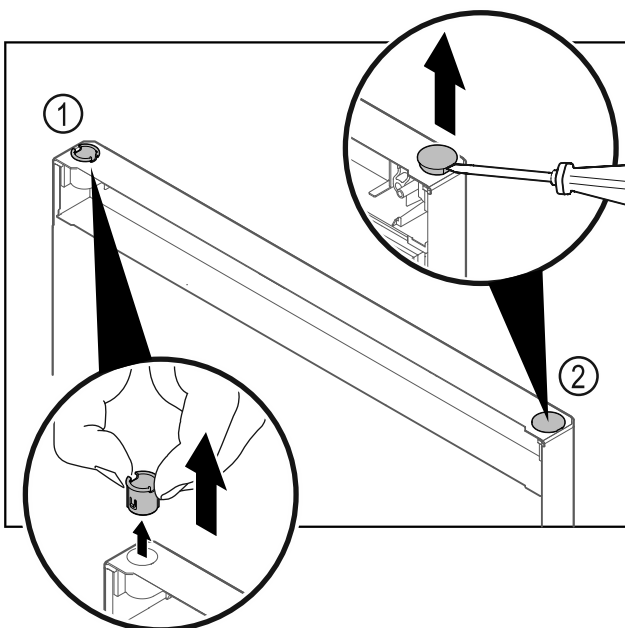

Fig. 11
- Scharnierbuchse Fig. 11 (1) mit den Fingern herausziehen.
- Abdeckstopfen Fig. 11 (2) vorsichtig mit einem Schlitzschraubendreher anheben und herausziehen.